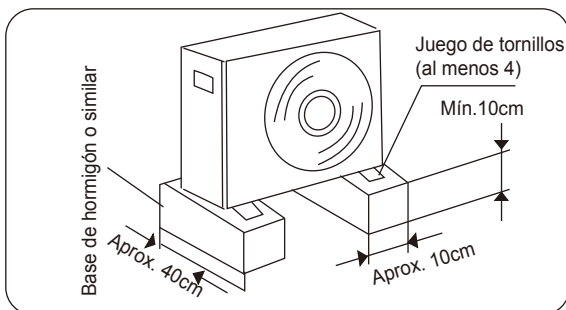

Fig.7.2
- Haga una base fuerte (tablero hecho de hormigón o similar de 10X40 cm2). El electrodoméstico debería estar ubicado a no menos de 10 cm de altura para evitar que se moje o se oxide. De lo contrario, puede causar daños en el electrodoméstico o reducir su vida útil. (Fig 7.2)